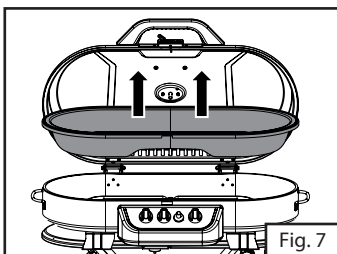

Fig. 7
4. Retire el recipiente del agua y deje aparte. (Fig. 7)